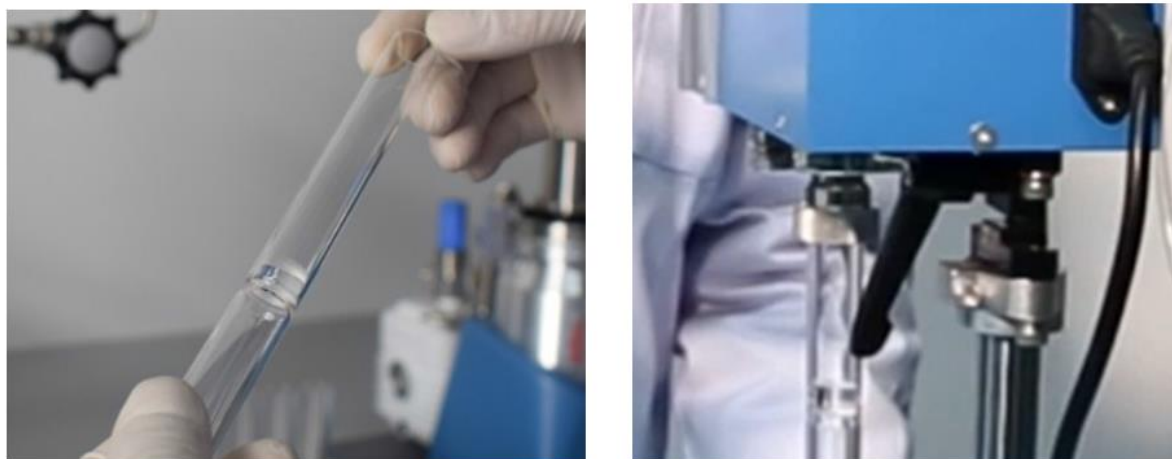

图 4-5 石英柱及管接头安装示意图
- (3) 参照图 4-5，将装样的石英管连接到管接头上，用手轻轻敲击石英管，摆正石英管和石英柱的位置。